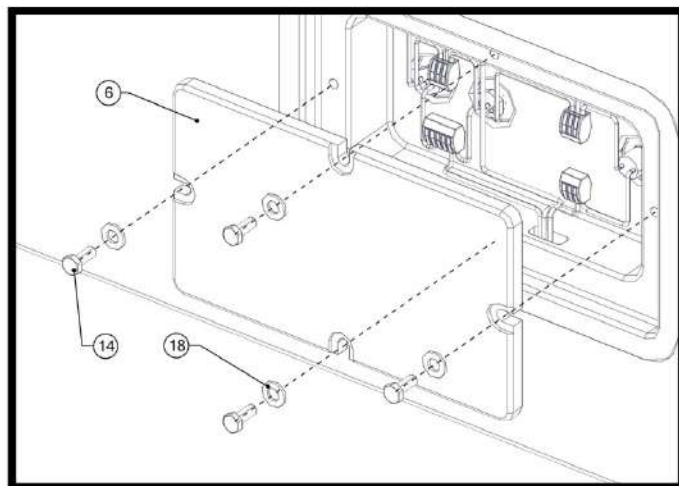

Рис. 15
13) Закройте электрический лючок поилки крышкой лючка поз. 6 и закрутите болты поз. 14 с шайбами 18, так как показано на рис.15.